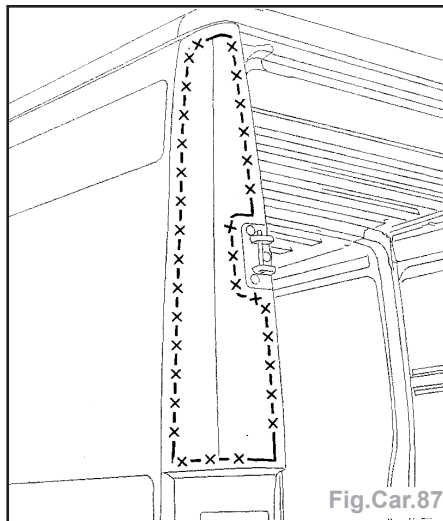

Fig.Car.87
- Découper le panneau à environ 1 cm afin de faciliter le dégrafrage des lignes de points (Fig.Car.87).